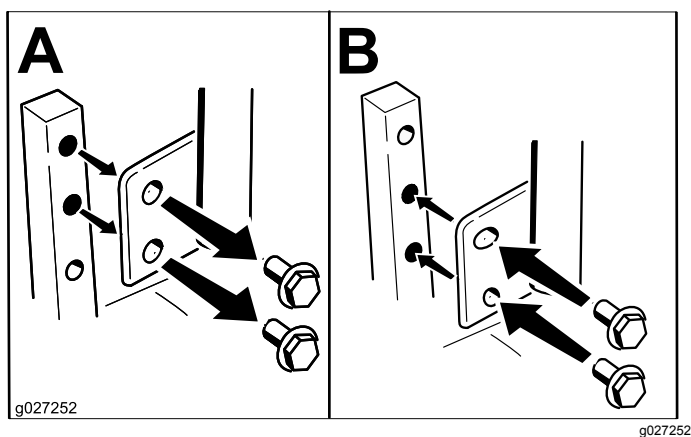

Figura 21
2. Desaperte o parafuso inferior o suficiente para rodar a alavanca de controlo para a frente ou para trás (Figura 21).
Pode ajustar as alavancas de controlo de movimento mais para cima ou mais para baixo para um maior conforto (Figura 21).